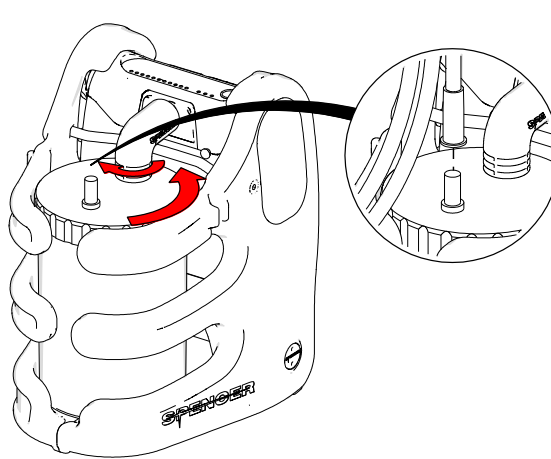

Fig. 11
3. Collegare il tubo paziente (n°17 paragrafo 3.2) al coperchio del recipiente nella porta di ingresso contrassegnata con la dicitura "Patient". Verificare che tutte le connessioni siano sicure per evitare perdite di liquidi e di depressione (fig. 11).